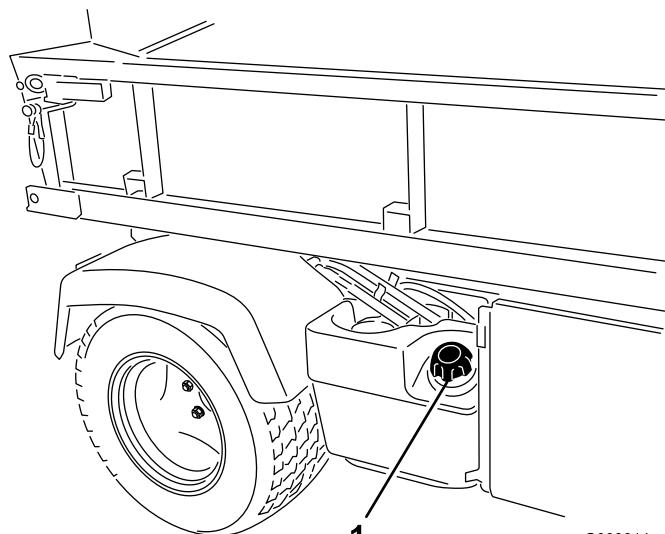

Figure 15
2. Enlevez le bouchon du réservoir de carburant (Figure 15).